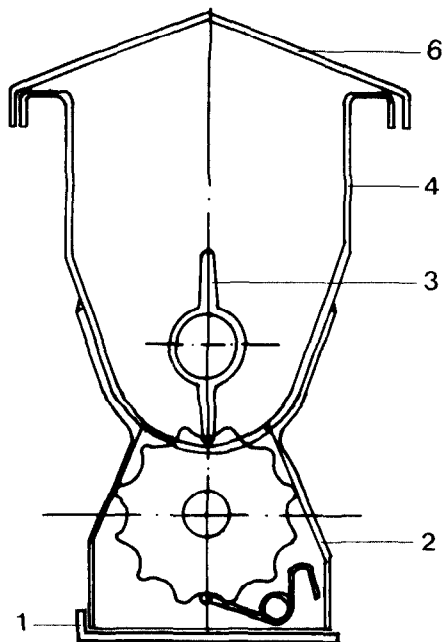

Fig. 46
- a) Verschlußplättchen (Fig. 46/1) unter den Dosiergehäusen (Fig. 46/2) abnehmen. Falls einzelne Säräder nicht benutzt werden, müssen die Verschlußplättchen an den Dosier-gehäusen über den nicht benutzen Särädern bleiben.
- b) Beizgerät mit Beizmittel füllen. Dabei muß die Gummirührwelle (Fig. 46/3) im Beizmit-telbehälter (Fig. 46/4) senkrecht stehen. Diese Stellung wird durch Drehen am Antriebs-rad der angehobenen Sämaschine erreicht. Beizgerät mit dem Deckel (Fig. 46/6) ver-schließen.
- i) Absperrschieber (Fig. 47/1) an Sägehäusen (Fig. 47/2) auf Stellung „ $\frac{3}{4}$ “ bringen, auch wenn in der Sätablette Stellung „offen“ angegeben ist. Durch die intensive Rührwir-kung der Rührbügel (Fig. 46/5) kann sonst Getreide über den Särädern unkontrolliert austreten.
Zum Entleeren des Beizgerätes ist die Gummirührwelle (Fig. 46/3) senkrecht zu stellen. Das komplette Beizgerät wird in der Lagerung außen am Saatkasten nach dem Lösen der Ringschraube nach unten gedreht. Die Beizmittelreste fallen dann in den Deckel (Fig. 46/6) und können leicht nach dem Abnehmen des Deckels entfernt werden.
Die größte Sicherheit bietet eine Abdrehprobe für das Beizmittel. Hierzu muß der Saatkasten geleert werden. Durch einige Umdrehungen an der Abdrehkurbel ist zu prüfen, ob aus allen Dosiergehäusen Beizmittel fällt. Dann werden die *Dosiergehäuse unten durch die Verschlußplättchen* (Fig. 46/1) verschlossen.
An der Abdrehkurbel wird nun mit der gleichen Anzahl Kurbelumdrehungen wie für die Getreideabdrehprobe gedreht. Hierbei fällt das Beizmittel auf die Verschlußplättchen (Fig. 46/1) unter den Dosiergehäusen (Fig. 46/2).
Die Verschlußplättchen (Fig. 46/1) werden nun vorsichtig abgezogen. Hierbei ist darauf zu achten, daß kein Beizmittel verschüttet wird. Das Beizmittel wird von den Verschlußplättchen auf ein Blatt Papier o. ä. geschüttet und mit einer Briefwaage gewogen.